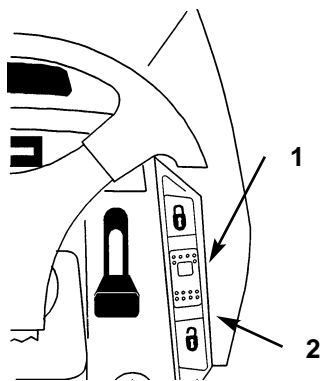

Bild 13
Einige Modelle werden auf Wunsch mit automatischer Geschwindigkeitsregelung ausgerüstet. Ein Hebel auf dem Armaturenbrett (Bild 13) schaltet die automatische Geschwindigkeitsregelung ein und aus, mit der sich die Fahrgeschwindigkeit ohne Druck auf das Fahrpedal bestimmen läßt. Die automatische Geschwindigkeitsregelung ist nur für die Vorwärtsfahrt gedacht, d.h. nie im Rückwärtsgang benutzen.
1. Während Ihr Fuß mit konstantem Druck auf dem Fahrpedal bleibt, den Schalthebel der autom. Geschwindigkeitsregelung (Bild 13) rückwärts auf "OFF" stellen.